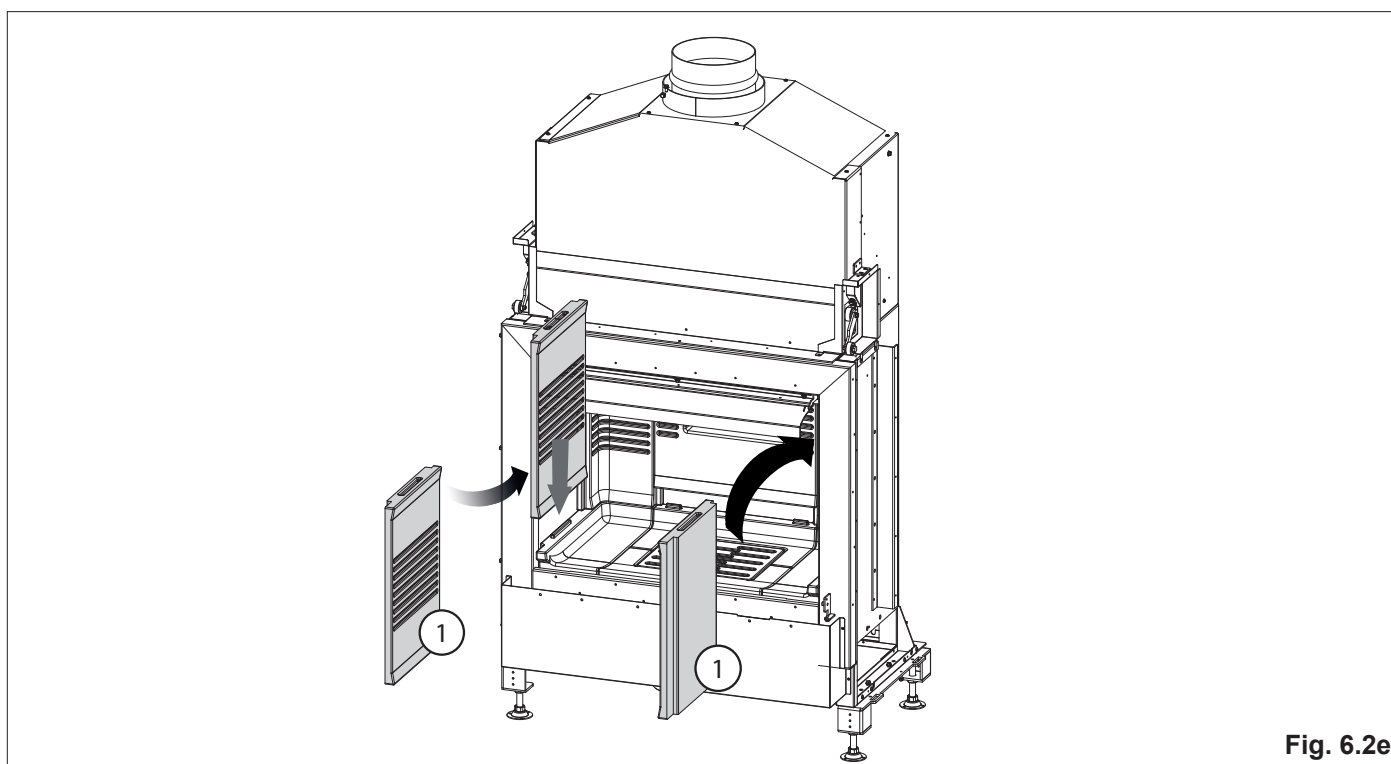

Fig. 6.2e
9. Montare le due pareti laterali, una sola per gli apparecchi in versione R e L, avendo cura di inserirle nelle apposite guide (**Fig. 6.2e**).